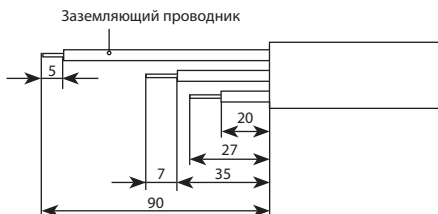

Рис. 4
4.1.4. Зачистить установочный провод НУД 3×1,5* согласно рис. 4.